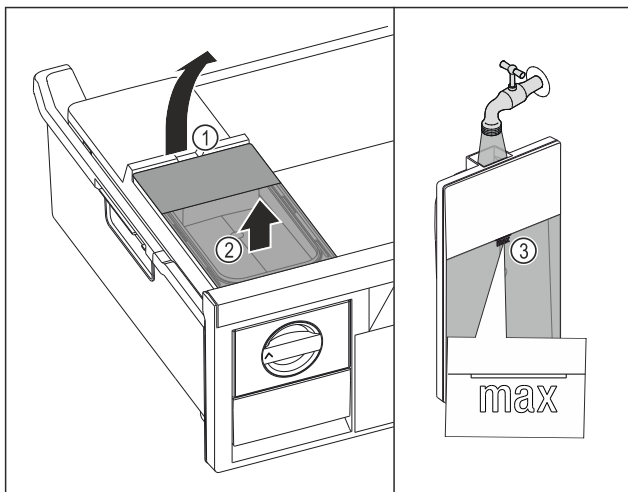

Fig. 98
- Vytáhněte mrazicí zásuvku až na doraz. Fig. 98 (1).
- Zvedněte nádržku na vodu za vybrání Fig. 98 (2).
- Vyjměte nádržku na vodu nahoru. Fig. 98 (3).
- Naplňte nádržku na vodu pitnou vodou až po značku Fig. 98 (3).